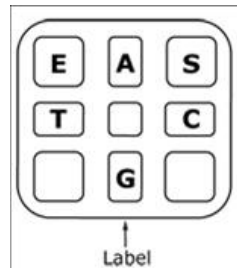

Abbildung 4. Grafische Darstellung der PyroMark Q24 Kartusche in der Draufsicht.
- 5. Beladen Sie die PyroMark Q24 Kartusche mit den entsprechenden Volumina an Nukleotiden sowie Enzym- und Substratgemisch, wie in Abbildung 4 dargestellt.**